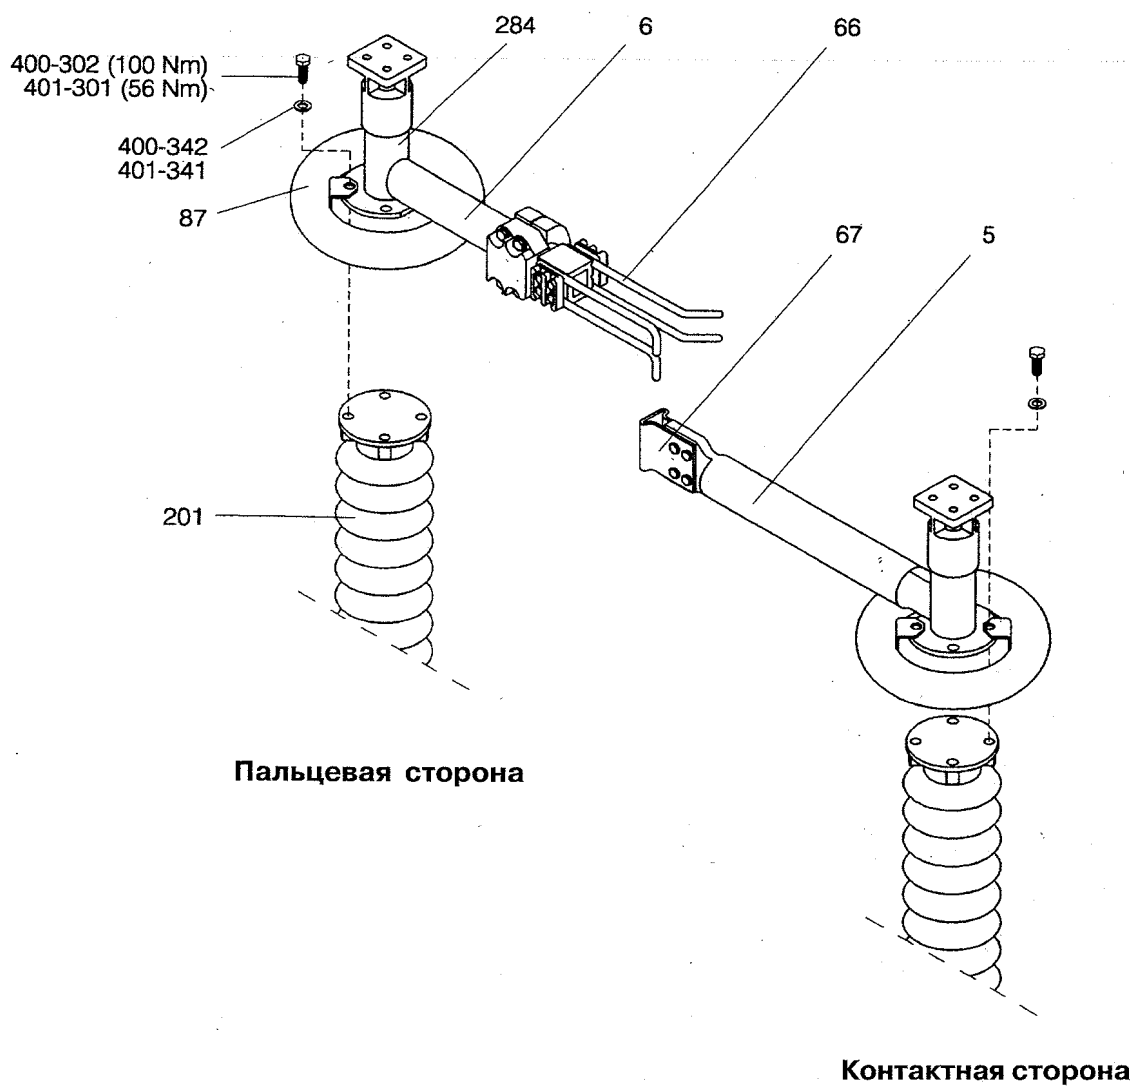

Рисунок 15: Установка разъединителя. Установка устройств защиты от короны (87) на поворотных головках (только для номинального напряжения 300 кВ)
6. Для номинальных напряжений 245...300 кВ: Установите устройства защиты от короны (7) на токопроводах (5,6) — Рис 16, 17
7. Установите токопровод пальцевой стороны (6) в положение «Включено» на опорном изоляторе (201) — Рис. 14 (для номинальных напряжений 300 кВ вместе с устройством защиты от короны — Рис.15)
8. Вставьте токопровод контактной стороны (5) с контактом (67) в контактные пальцы (66) и установите на опорном изоляторе (201) — Рис. 14 (для номинальных напряжений 300 кВ вместе с устройством защиты от короны — Рис. 15)